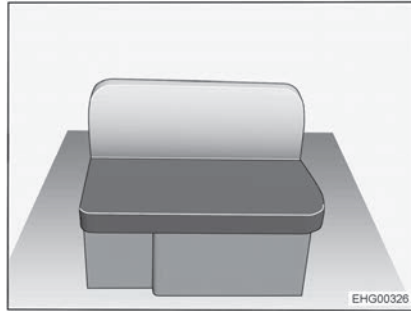

Bild 22 Längsgående sittbänk, höger
- Ta bort sittdynan och ryggdynan från den längsgående sittbänken (Bild 22).